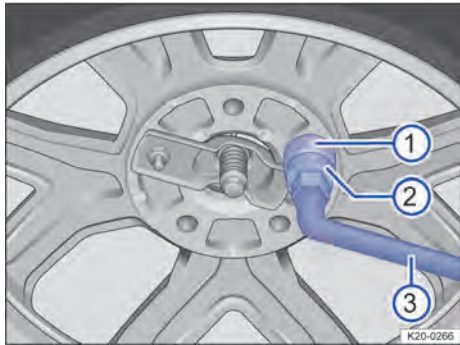

Fig. 204 Remover o dispositivo antifurto.
1. Retirar o adaptador do dispositivo antifurto → Fig. 204 ② e a chave de roda → Fig. 204 ③ da caixa de ferramentas.
2. Retirar a capa de cobertura da porca de segurança → Fig. 204 ①.
3. Inserir o adaptador do dispositivo antifurto ② e a chave de roda ③ na porta de segurança ①.
4. Remover a porca de segurança ① com a chave de roda ③ girando-a totalmente no sentido anti-horário.